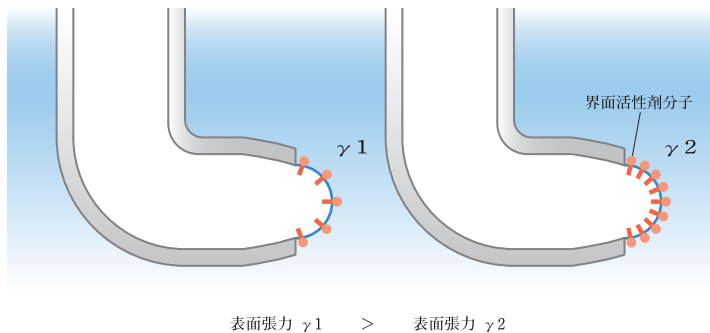

図2 最大泡圧時の界面活性剤と表面張力の関係
③の最大泡圧から表面張力を求める方法が最大泡圧法です。
プローブ先端内で新しい界面が生成した時点から最大泡圧となるまでの（①～③）の時間をライフタイム T_L （気泡の寿命）といいます。ライフタイムの間に吸着した界面活性剤の分子濃度が表面張力を左右します。（図2）